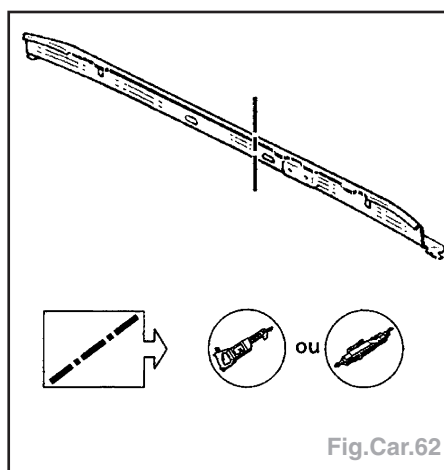

Fig.Car.62
- Cette pièce peut être remplacé partiellement (voir coupe et dessin cidessous) (Fig.Car. 62).